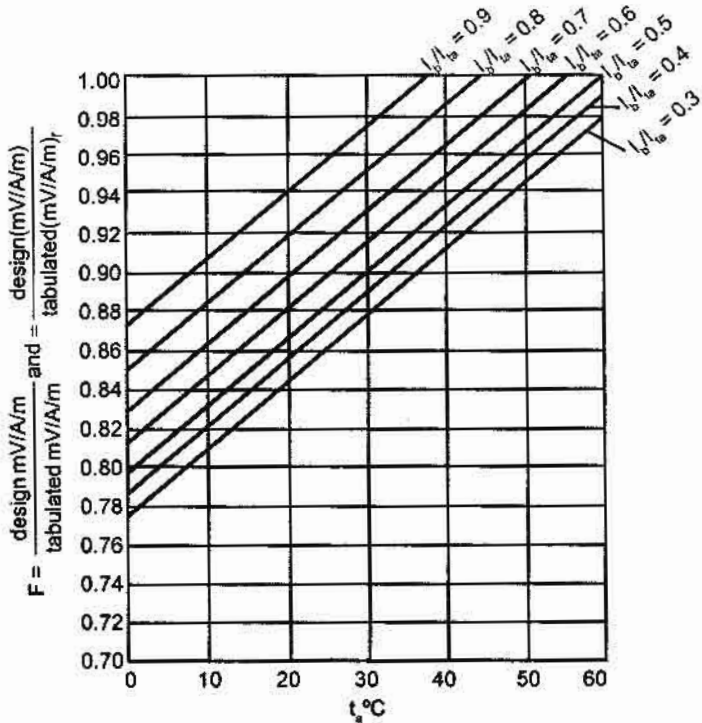

Figure 2.1 Reduction factors for different ambient temperature and values of  $I_b/I_{ta} - 70^\circ\text{C}$  pvc-insulated cables – circuits run singly
အထက်ပါ (3) ချက်အရ စာမျက်နှာ (101) ရှိ Figure 2.1 တွင် reduction factor F ကိုရှာရာ 0.915 ရသည်။